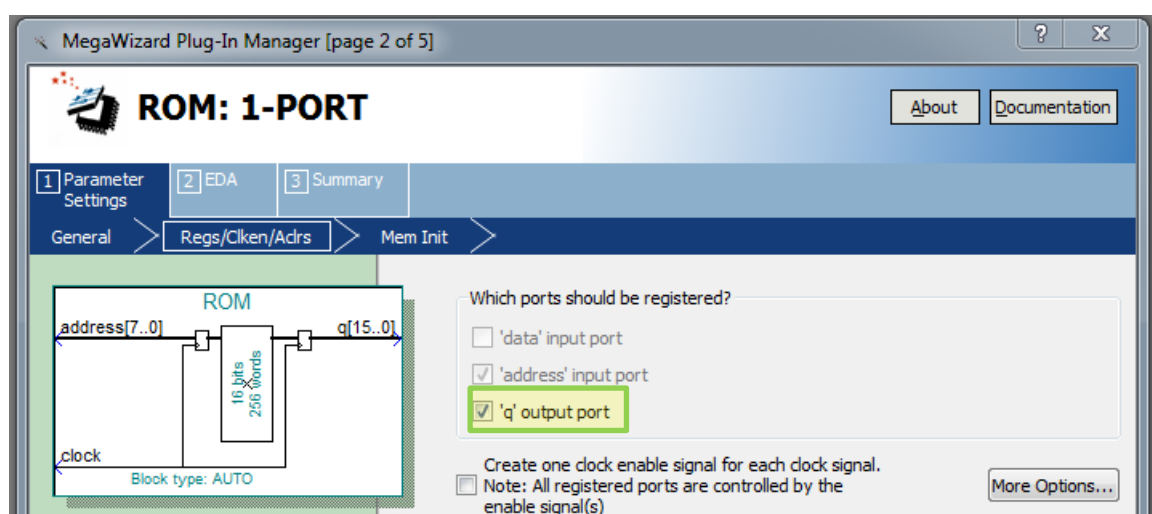

Рис. 12 Окно настройки экземпляра выбранного компонента (page 2)
4.4. В появившемся окне “**MegaWized Plug-In Manager [page 2 of 5]**” параметры должны быть такие же, как на рис. 12. Выполните «Next».